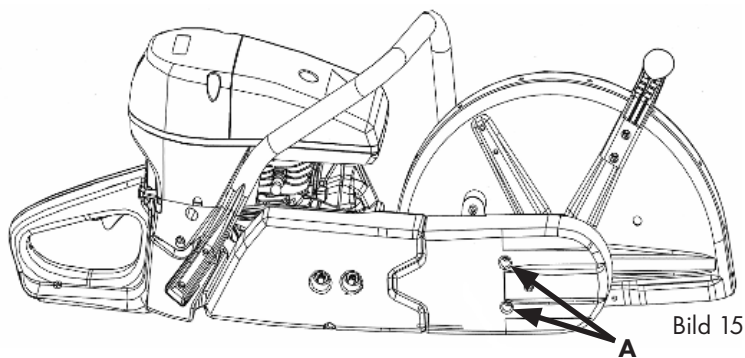

Bild 15
- Lossa de två skruvarna (A), bild 15.